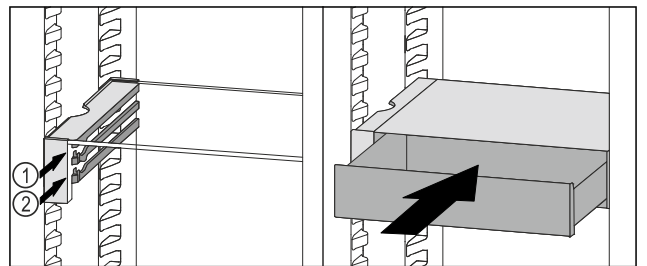

Fig. 100
- ▶ Placer le tiroir VarioSafe derrière les butées sur la nervure désirée Fig. 100 (1) ou Fig. 100 (2).